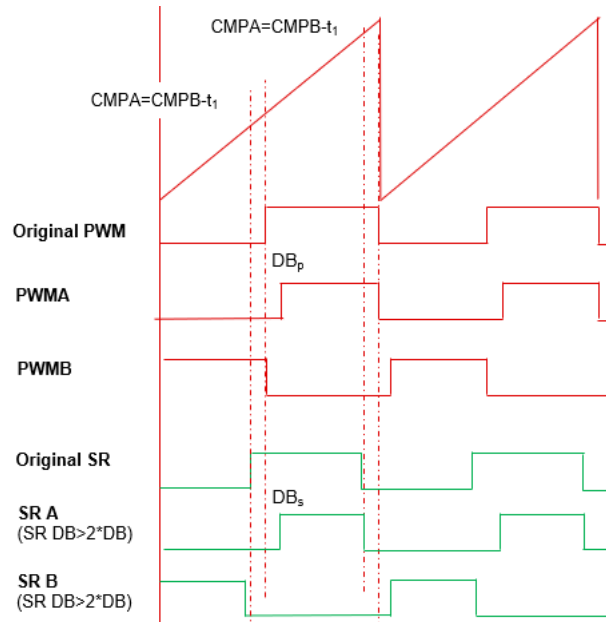

图 2-5. SR MOS PWM 配置
图 2-5 显示同步整流 (SR) MOS 的 PWM 配置。请注意，SR 从初级侧使用单独的 PWM 模块，因此一组新的 CMPA 和 CMPB 可以搭配新的动作限定器事件使用。为确保 SR FET 安全运行，SR FET 设置为比初级侧 FET 略早关断，方法是设置  $CMPA_S = CMPA_P - t_1$  和  $CMPB_S = CMPB_P - t_1$ 。同时，对应的 SR 也要比初级侧开关晚开通，因此采用 AHC 模式延迟原始 SR 信号的上升沿，生成 SRA 和互补 SRB 的 PWM。考虑到初级侧 PWM 存在死区，次级侧死区必须足够大，才能确保 SRx 不会早于初级侧开通：